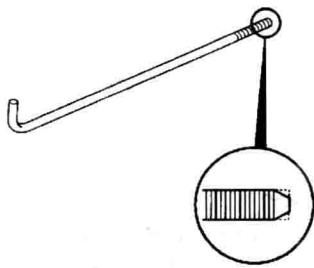

图 1-1-9 将螺栓打磨成尖头
12. 按照图 1-1-9 所示，找一只从蓄电池支架上拆下的螺栓，把螺栓的一端打磨成尖头。